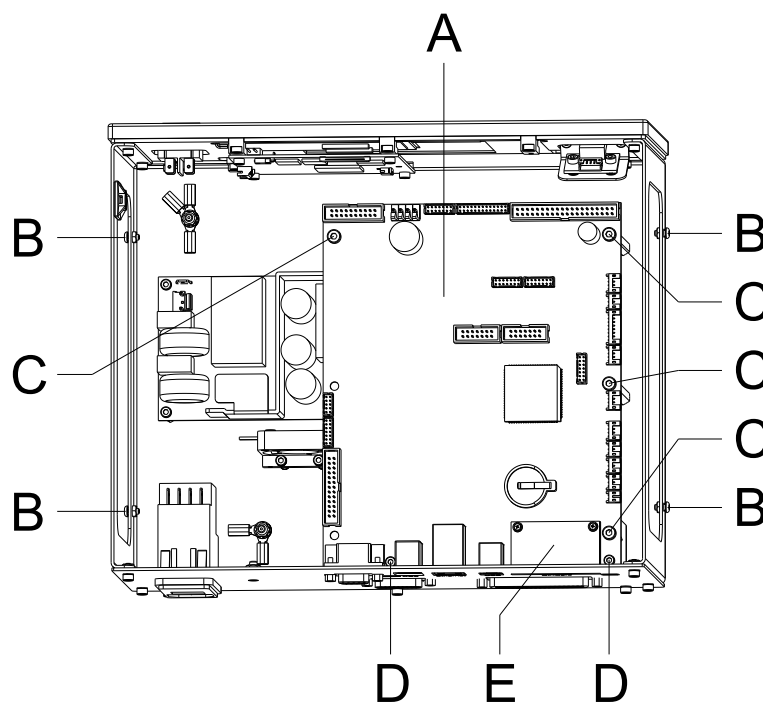

Figure 19
2. Dévisser les vis (B, Figure 19) et enlever le couvercle de l'unité de contrôle.